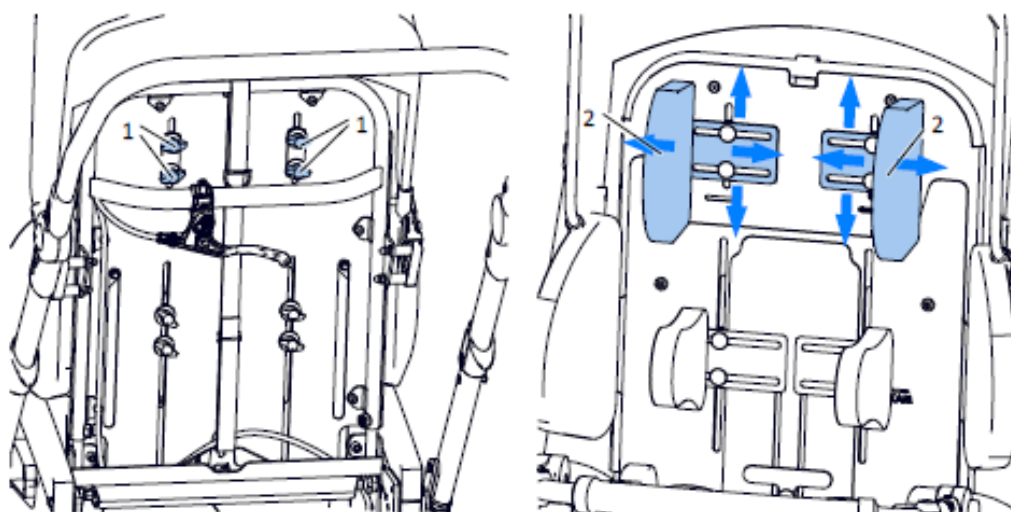

Fig. 19
Per regolare la posizione degli stabilizzatori per la testa (2), allentare le manopole (1) Fig. 19, quindi posizionare gli stabilizzatori per la testa (2) nella posizione desiderata e serrare le manopole (1), bloccando la possibilità del loro movimento. La posizione degli stabilizzatori destro e sinistro è indipendente, e può essere regolata separatamente.